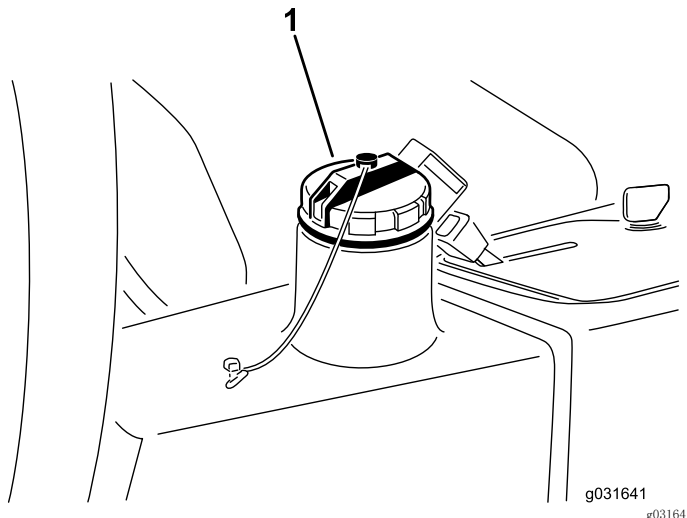

图 64
2. 清理加油颈和液压油箱盖周围的区域（图 64）。
3. 卸下液压油箱盖（图 64）。